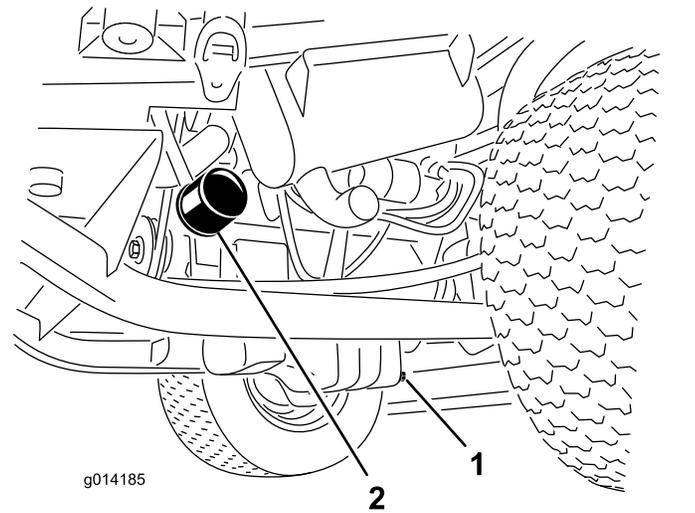

Figure 32
3. Déposez le filtre à huile (Figure 32).
1. Retirez le bouchon de vidange (Figure 32) et laissez couler l'huile dans un bac de vidange.